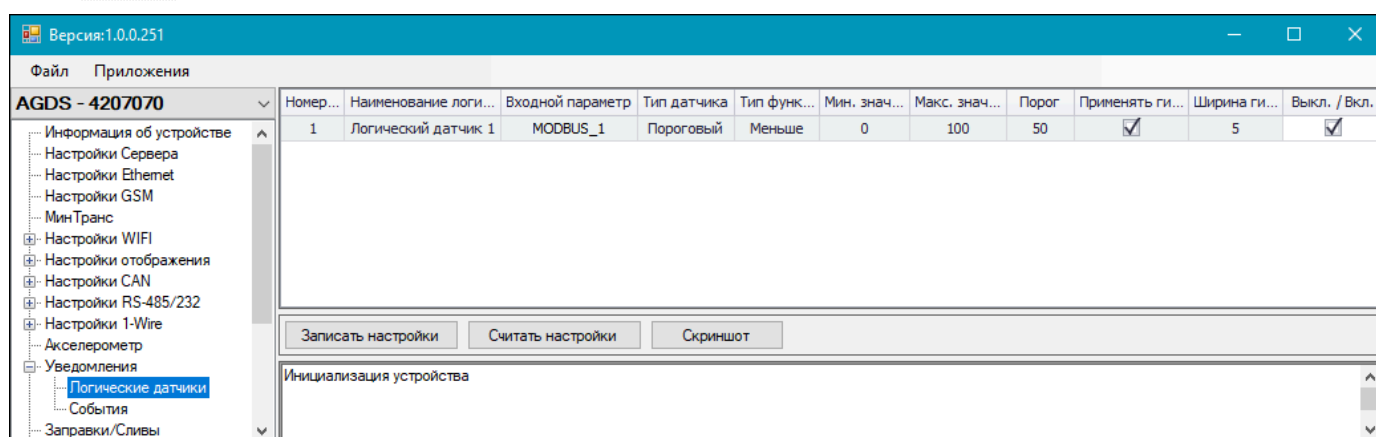

Рис.94. Рабочая область пункта «Логические датчики»
10. Выберите в списке программы-конфигуратора пункты *Уведомления | Логические датчики* (Рис.94).